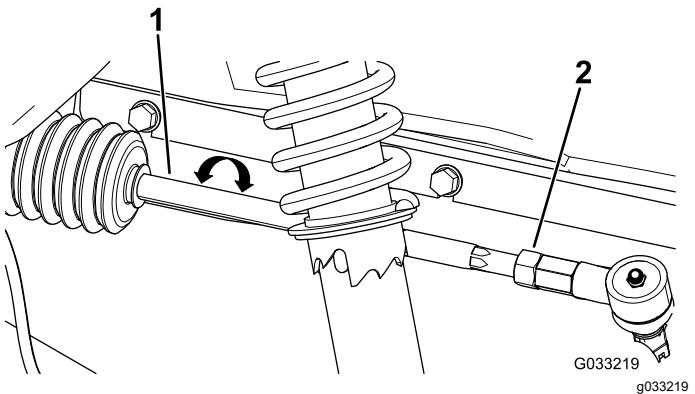

Figura 55
2. Se la misura non rientra nel campo specificato di 0–6 mm, allentate i controdadi all'estremità esterna dei tiranti (Figura 55).